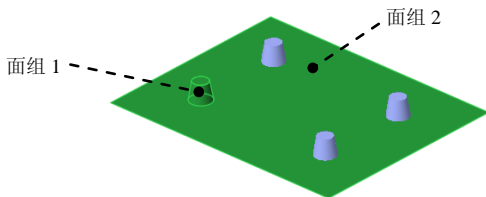
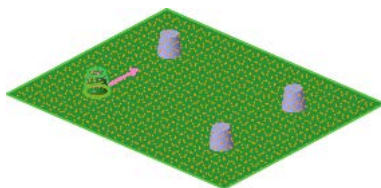

图 22.25 定义合并面组
图 22.26 定义合并方向
- (1) 按住 **Ctrl** 键, 选取合并图 22.25 所示的面组 1 和面组 2。
- (2) 单击 **分型面** 操控板中 **编辑** 区域的 **合并** 按钮，此时系统弹出“合并”操控板。
- (3) 在操控板中单击 **选项** 按钮，在“选项”界面中选中 **相交** 单选项。
- (4) 调整箭头方向如图 22.26 所示。
- (5) 在“合并”操控板中单击 **✓** 按钮。